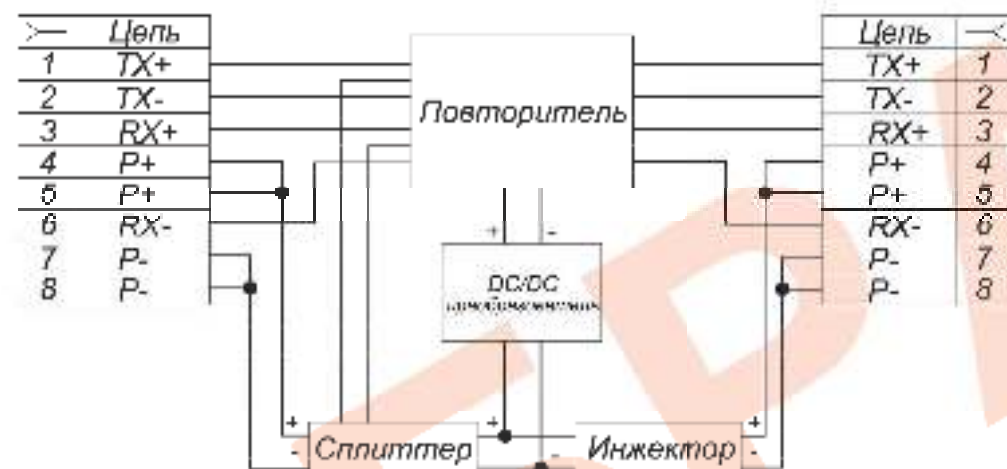

Рис.1 Структурная схема УЛИ ЕП исл.1
1. Структурная схема УЛИ-СП исп.1 приведена на рис.1.